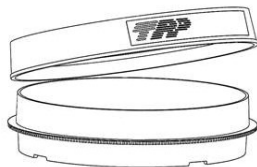

Fig 1, 45 ° abrir
- Dica: Para sementeira, mudança de meio, subcultura e outras atividades, a tampa deve ser aberta em ~45°C para evitar a contaminação (Fig. 1).